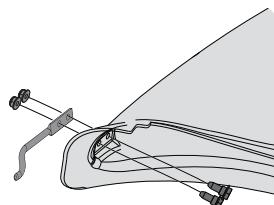

Figure 18
1. Passez deux boulons (738-1225) dans les trous situés à la base de l'avant de la goulotte. Voir Figure 18.
2. Placez la tige de montage (747-06309) sur les deux boulons, avec l'extrémité coudée tournée vers la bouche de la goulotte. Voir Figure 18.
3. Faites tenir le tout en place avec des écrous (712-04064). Voir Figure 18.